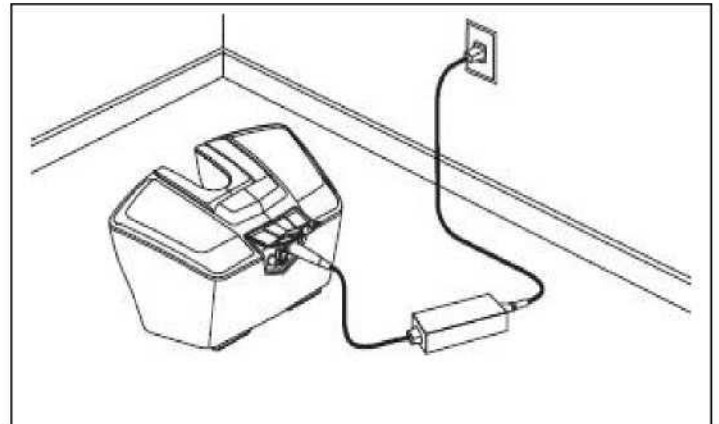

Abbildung 16. Aufladen der Batterie bei entnommenem Batteriesatz
3. Stecken Sie das externe Ladegerät in den Ladeanschluss der Batterie. **Siehe Abbildung 16.**